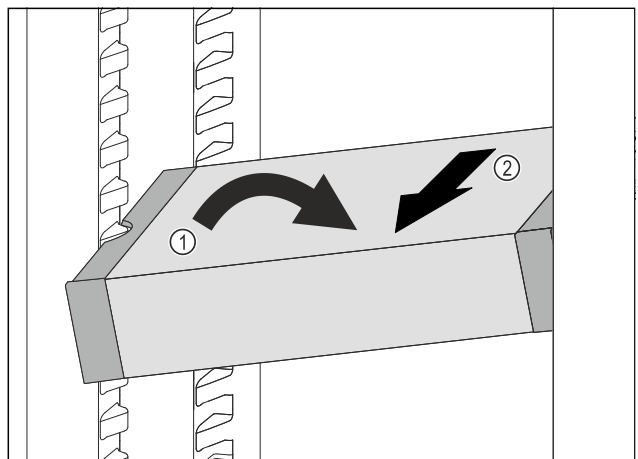

Fig. 93
- ▶ Наклонете VarioSafe в хладилната част. Fig. 93 (1)
- ▶ Извадете VarioSafe напред. Fig. 93 (2)